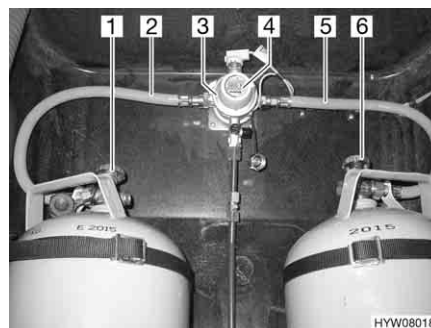
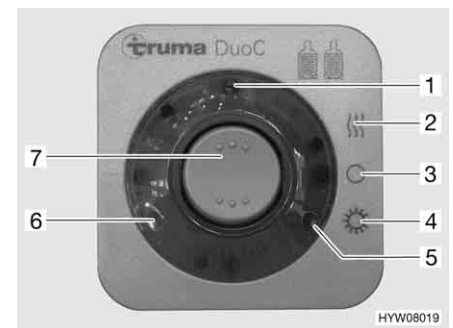

Fig. 101 Instalación de conmutación DuoControl
Fig. 102 Unidad de mando
La instalación de conmutación DuoControl se compone de una válvula selectora (Fig. 101,3) y la unidad de mando (Fig. 102). La válvula selectora está montada entre las gomas del gas (Fig. 101,2 y 5). Con el botón giratorio
(Fig. 101,4) en la válvula selectora se puede determinar cuál de las bombonas de gas se utilizará como bombona de servicio y cuál bombona de gas como bombona de reserva.
En la unidad de mando (Fig. 102) únicamente pueden conmutarse las funciones eléctricas. Las llaves de paso principales de las bombonas de gas (Fig. 101,1 y 6) deben abrirse a mano.
La válvula selectora garantiza una presión de gas constante independientemente de cuál sea la bombona de gas que suministre el gas. Las dos luces de control en la unidad de mando indican el nivel de llenado de la bombona de servicio. Al estar encendida la luz de control verde (Fig. 102,6), estará llena la bombona de servicio. Al estar encendida la luz de control roja (Fig. 102,5), estará vacía la bombona de servicio. Entonces, el suministro de gas se realizará a través de la bombona de reserva.
- Abrir las llaves de paso principales en las bombonas de gas (Fig. 101,1 y 6).
- Con el botón giratorio (Fig. 101,4) en la válvula selectora (Fig. 101,3), seleccionar la bombona de gas de la que habrá de tomarse el gas principalmente (bombona de servicio). Girar el botón giratorio siempre hasta el tope.
- Conectar la instalación de conmutación DuoControl en la unidad de mando (Fig. 102). Para ello, ajustar el interruptor basculante (Fig. 102,7) en modo de invierno "On y calentar" (Fig. 102,2) o en modo de verano "On" (Fig. 102,4). Ahora, estará purgada de aire la válvula selectora. La luz de control amarilla (Fig. 102,1) estará encendida al haber seleccionado el modo de invierno y estando conectado el deshelador de regulador.
- Poner el interruptor basculante (Fig. 102,7) en "O" (Fig. 102,3). La luz de control amarilla (Fig. 102,1) se apaga.
- Cerrar las llaves de paso principales en las bombonas de gas (Fig. 101,1 y 6).
Las luces de control en la unidad de mando (Fig. 102,5 y 6) señalizan en el interior del vehículo si la bombona de servicio está dispuesta para el funcionamiento.
En caso de que luz de control verde (Fig. 102,6) se apague durante el servicio y se encienda la luz de control roja (Fig. 102,5), estará vacía la bombona de gas seleccionada como bombona de servicio y deberá ser cambiada. La bombona de reserva seguirá suministrando gas a los consumidores de gas.